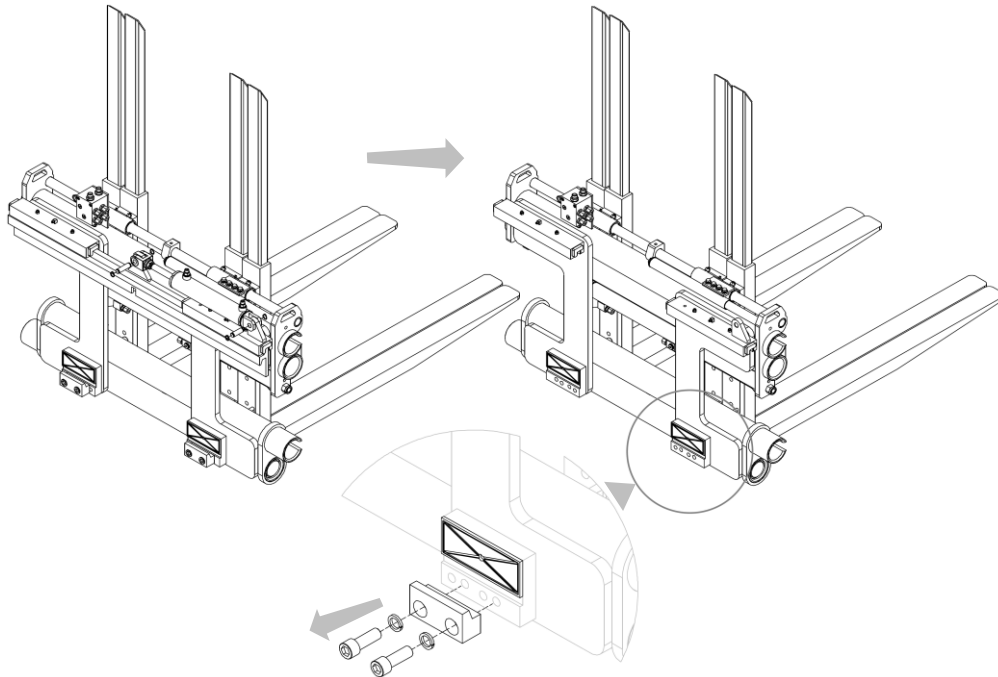

Abbildung 4
7. Nehmen Sie die unteren Haken vom Gerät ab und fetten Sie die Gleitstangen/rollen ein (siehe *Abbildung 4*).